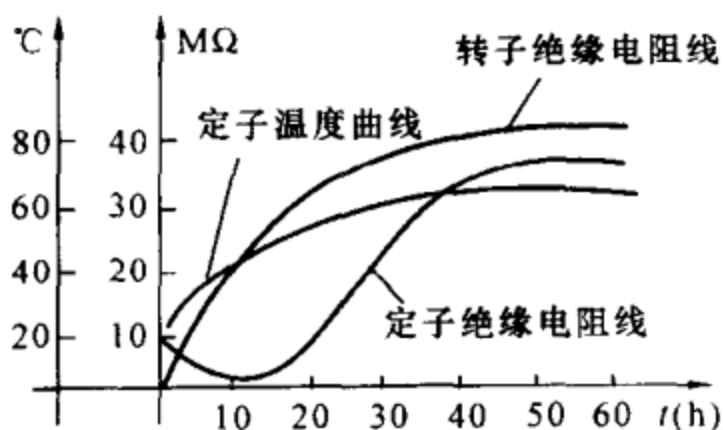

图 3-71 定子温度和绝缘电阻的变化曲线
4) 干燥：干燥时应每隔 1h 测量、记录各处的温度和线圈绝缘电阻，并绘制定子温度和绝缘电阻的变化曲线，如图 3-71 所示。从曲线中可以看出，定子受潮线圈在干燥初期由于潮气蒸发的影响，其绝缘电阻显著下降。然后，随着干燥时间的增加，绝缘电阻逐渐升高，最后在一定温度下稳定。测量到定子线圈的绝